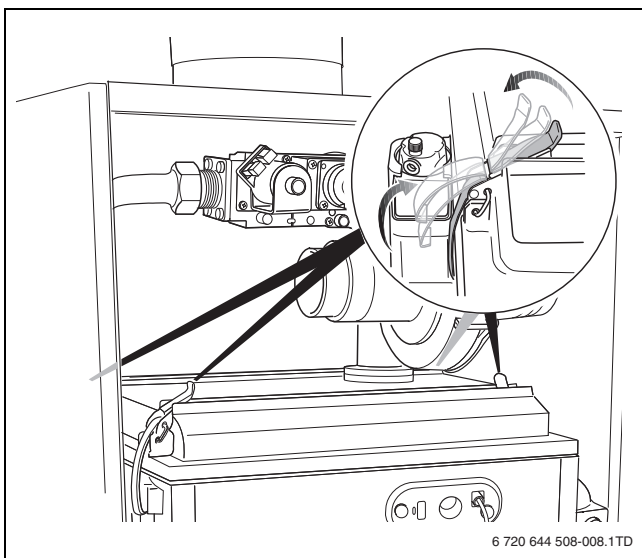

Fig. 8
- ▶ 打开燃烧器盖板上的 4 个卡扣 (→ 图 8, 第 44 页)。